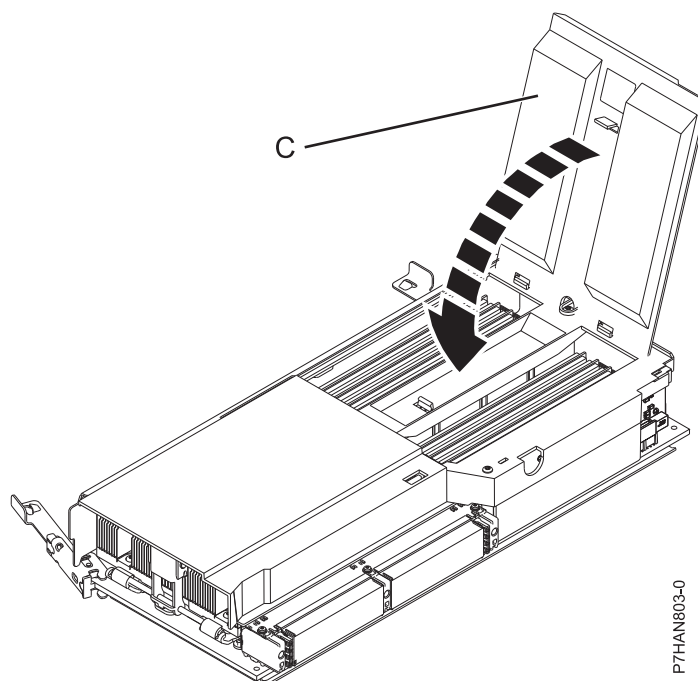

図3. メモリー・モジュール・カバーを閉じる
15. 図3 に示すように、メモリー・モジュール・カバー (C) を、所定の位置にロックされるまで閉じます。